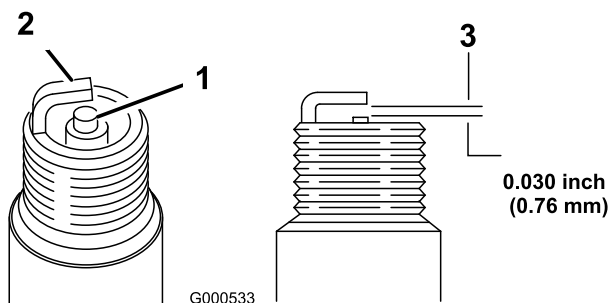

Рисунок 33
5. Установите в свече зазор, равный 0,76 мм, как показано на Рисунок 33.